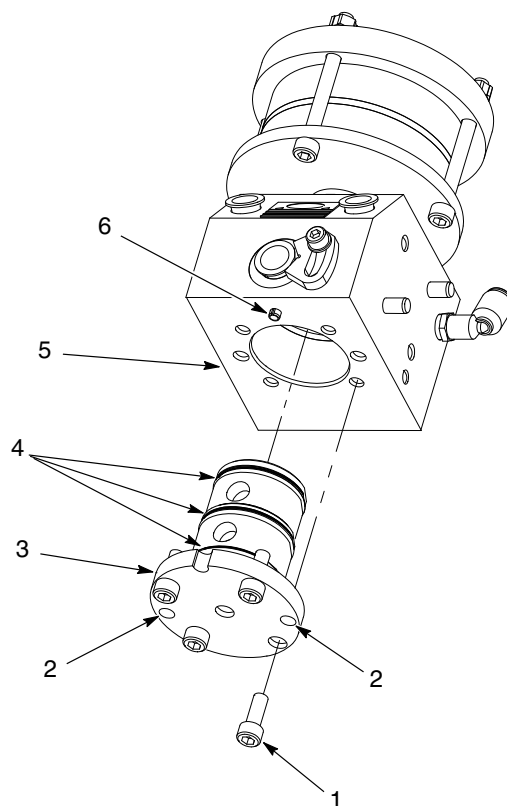

Рис. 7 Замена уплотнительного картриджа регулятора CP II
1. См. рис. 7. Вывернуть винты (1) крепления уплотнительного картриджа регулятора CP II (3) к корпусу (5).
2. Ввернуть два винта (1) отверстия для извлечения (2). Затянув винты, извлечь уплотнительный картридж регулятора CP II из корпуса (5).
3. Промыть корпус (5) изнутри совместимым растворителем или вытереть насухо ветошью.
4. Покрывать уплотнительные кольца (4) на новом уплотнительном картридже (3) регулятора CP II смазкой для уплотнительных колец.
5. Убедиться, что канавка в основании уплотнительного картриджа (3) регулятора CP II совмещается с установочным штифтом (6) в корпусе (5). Закрепить уплотнительный картридж регулятора CP II (3) в корпусе, используя винты (1). Затянуть винты моментом 10 Н•м (90 дюйм-фунтов).